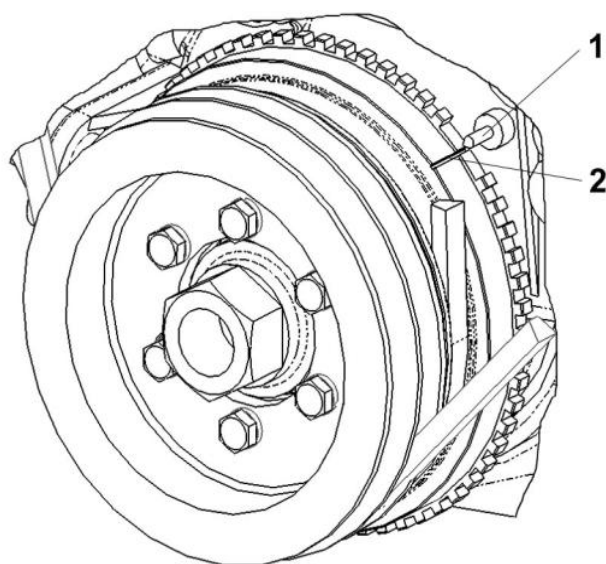

Рис. 11. Установочная метка на шкиве-демпфере коленчатого вала:
- установить поршень первого цилиндра в ВМТ такта сжатия, для чего повернуть специальным ключом на 36 мм коленчатый вал двигателя до положения, при котором метка на шкиве-демпфере коленчатого вала совместится со штифтом на крышке распределительных шестерен (рис. 11). При этом коромысла впускного и выпускного клапанов первого цилиндра будут свободно покачиваться (клапаны закрыты);